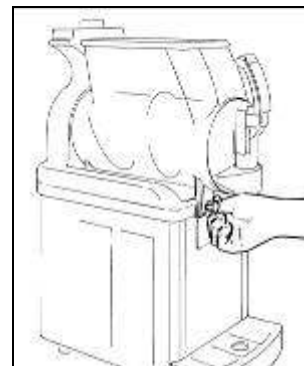

Fig. 24
- Fissare la vasca avvitando entrambi i pomelli fino al fondo della loro corsa (fig.24).